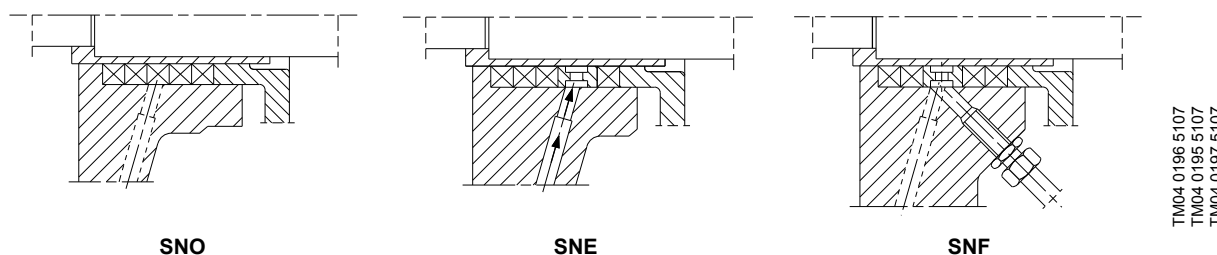

Рис. 5 Типы сальников
4. Удалите кольца сальника (поз. 47) и распределительное кольцо (поз. 108), если таковое имеется. (Число колец сальника и наличие распределительного кольца зависит от типа сальника. См. рис. 5).